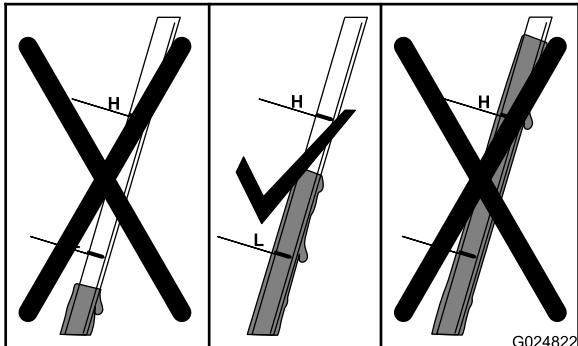

Рисунок 24
- Определите уровень масла по отметкам на щупе (Рисунок 24).